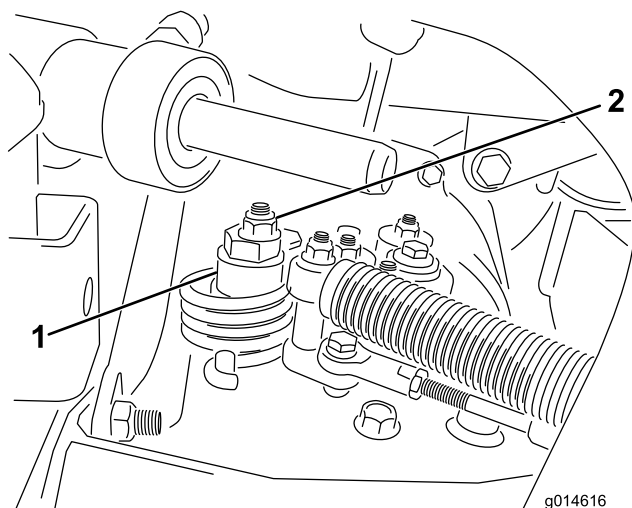

図 48
- A. 偏芯ナットをハイドロスタット上部に止めているナットをゆるめる（図 48）。
- C. どちらにも車輪が回らないように偏芯ナットを回して調整する。調整ができた後固定ナットを締める（図 48）。スロットル SLOW および FAST 位置で調整が正しいことを確認する。